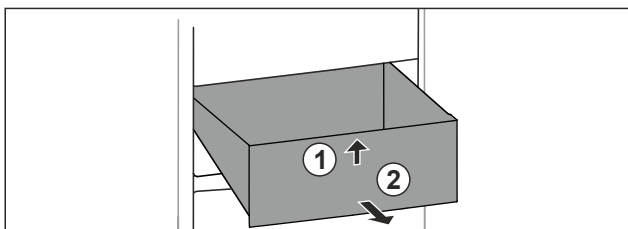

Fig. 71
- Lyft upp låda fram till. Fig. 71 (1)
- Ta ut låda genom att dra den framåt. Fig. 71 (2)